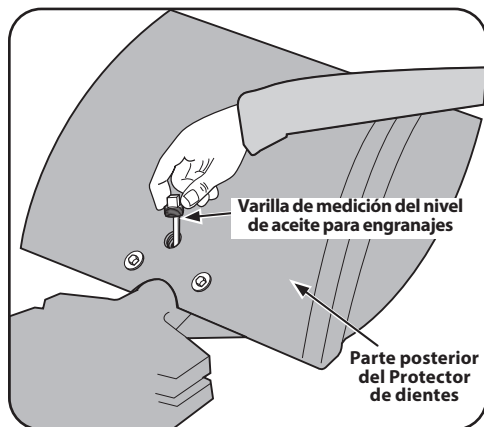

Figura 5-7
NOTA: A continuación se describen dos procedimientos diferentes de control del aceite para engranajes de la transmisión del accesorio de los dientes. Utilice el primer procedimiento si la varilla de medición de nivel del accesorio de los dientes tiene solamente la marca "Check Cold" (verificar en frío). Use el segundo procedimiento si la varilla de medición de nivel tiene tanto la marca fría como caliente al final. Extraiga primero la varilla de medición de la transmisión del accesorio de los dientes para determinar qué tipo de varilla de medición tiene. Consulte la Figura 5-7. A continuación, reemplace la varilla de modo que sus marcas queden orientadas hacia la parte de atrás.
- Afloje y extraiga la varilla de medición del nivel de la transmisión de la parte posterior del protector de dientes. Consulte la Figura 5-7. Límpiela con un trapo.
- Sostenga la varilla de medición de modo que sus marcas queden orientadas hacia la parte trasera de la cultivadora. Baje dicha varilla recta dentro del orificio del cárter hasta tocar el eje de la transmisión que está adentro. Consulte la Figura 5-7. No haga fuerza ni intente enroscarla de nuevo; se obtendrá una lectura incorrecta.